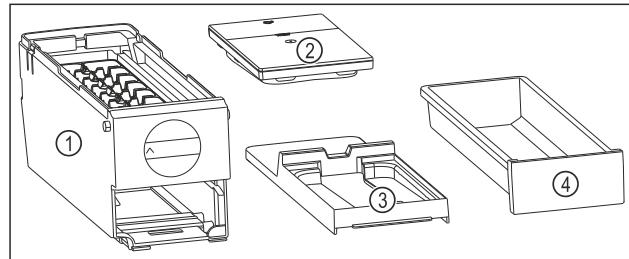

Fig. 76 Съставни части на EasyTwist-Ice
- EasyTwist-Ice е разглобен на четири части. (вж Fig. 76)
- Разглобявайте EasyTwist-Ice само на изобразените съставни части. (вж Fig. 76)
- Почистете корпуса на EasyTwist-Ice Fig. 76 (1) като едно цяло.